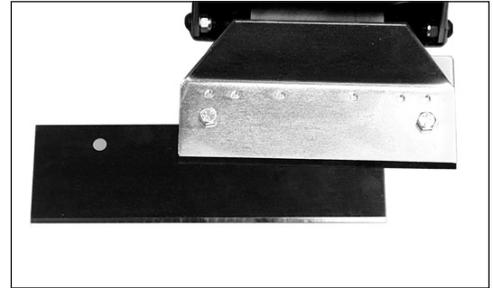

ABB. 7
- Die Klinsen können im Schneidkopf so versetzt werden, dass der Zugang zum Maschinensockel (Abb. 7) erleichtert wird, oder dass eine Abtragung entlang der Wand möglich ist.